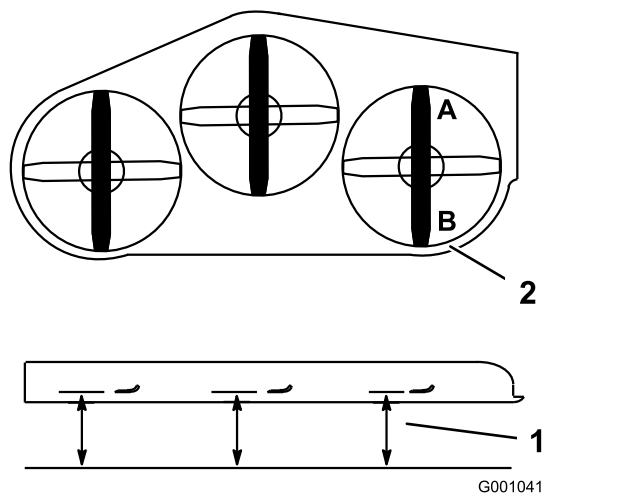

Figure 94
1. Tournez la lame **droite** dans le sens longitudinal (Figure 94).
2. Mesurez la distance au point **A** entre la surface plane et le tranchant de la pointe de la lame droite (Figure 94).
4. Mesurez la distance au point **B** entre la surface plane et le tranchant de la pointe de la lame droite (Figure 94).
6. La lame doit être plus basse de 6 à 10 mm ($\frac{1}{4}$ à $\frac{3}{8}$ po) au point **A** qu'au point **B** (Figure 94). Si ce n'est pas le cas, passez aux opérations suivantes.